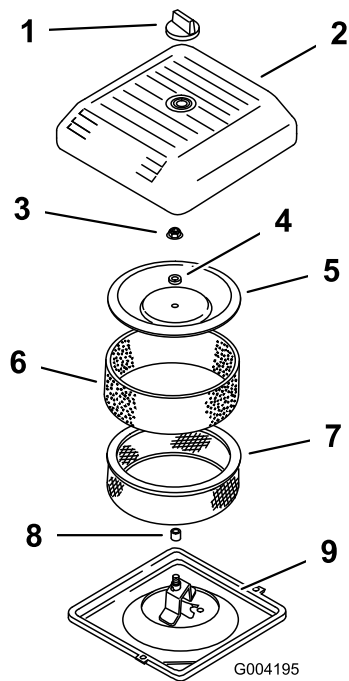

図 144
- エアクリーナのカバーを固定しているノブを外し、カバーを取り出す(図 144)。
4. ペーパーエレメントについているスポンジエレメントを注意深く外す(図 144)。
5. カバーナットを外し、カバー、スペーサ、ペーパーエレメントを外す(図 144)。